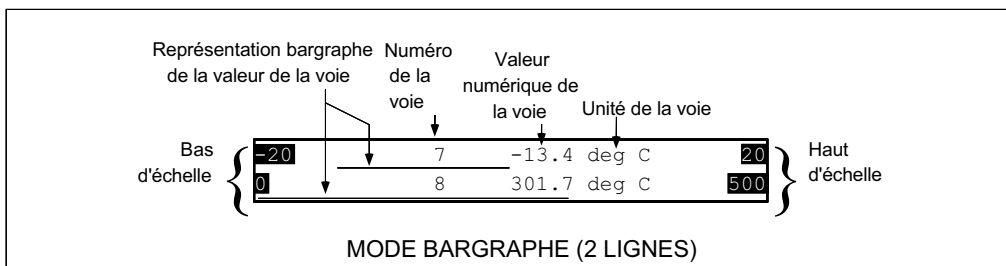

Figure 3.2.1b Mode baregraphe (2 lignes)
- Bargraphe** La ligne du haut affiche le numéro de la voie, la valeur numérique et l'unité de la voie, son mini et maxi d'échelle, mais également une représentation sous forme de bargraphe analogique. La ligne du bas contient, soit les touches logicielles, soit une deuxième voie de mesure (figure 3.2.1b).